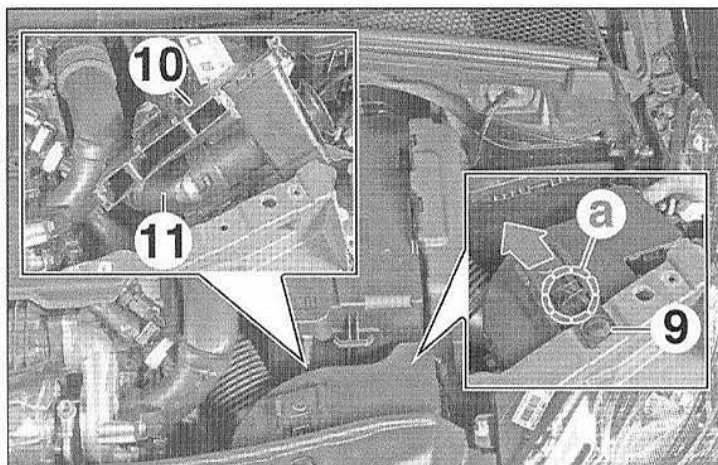

FIG.80
- Déposer l'agrafe (9) (Fig.80).
- Déposer l'ensemble résonateur d'air (10) et conduit d'air (11).